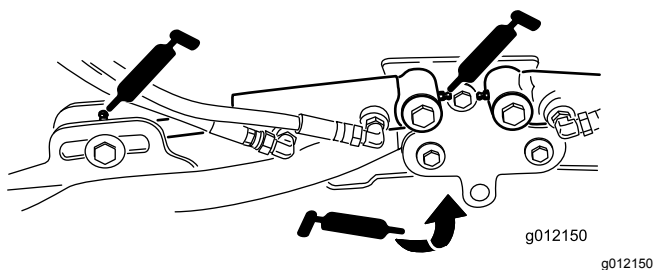

Figura 75
- Cilindros do braço de elevação da unidade de corte (2 cada) (Figura 75)
- Articulações do braço de elevação (1 cada) (Figura 75)